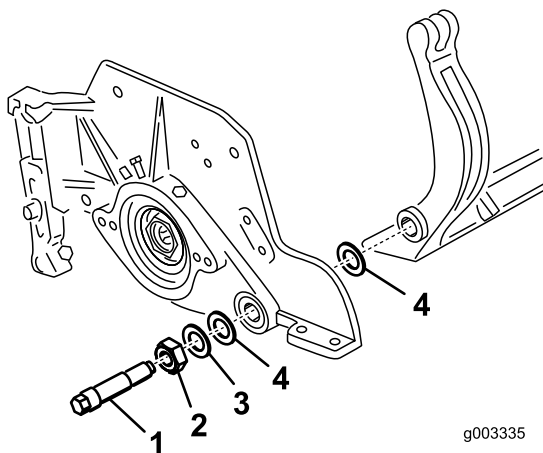

Figura 25
Guarde las 2 arandelas de nylon y la arandela de acero de cada extremo de la barra de asiento (**Figura 25**).
3. Coloque una arandela de nylon en cada lado del saliente de la placa lateral. Coloque una arandela de acero por fuera de cada arandela de nylon (Figura 25).